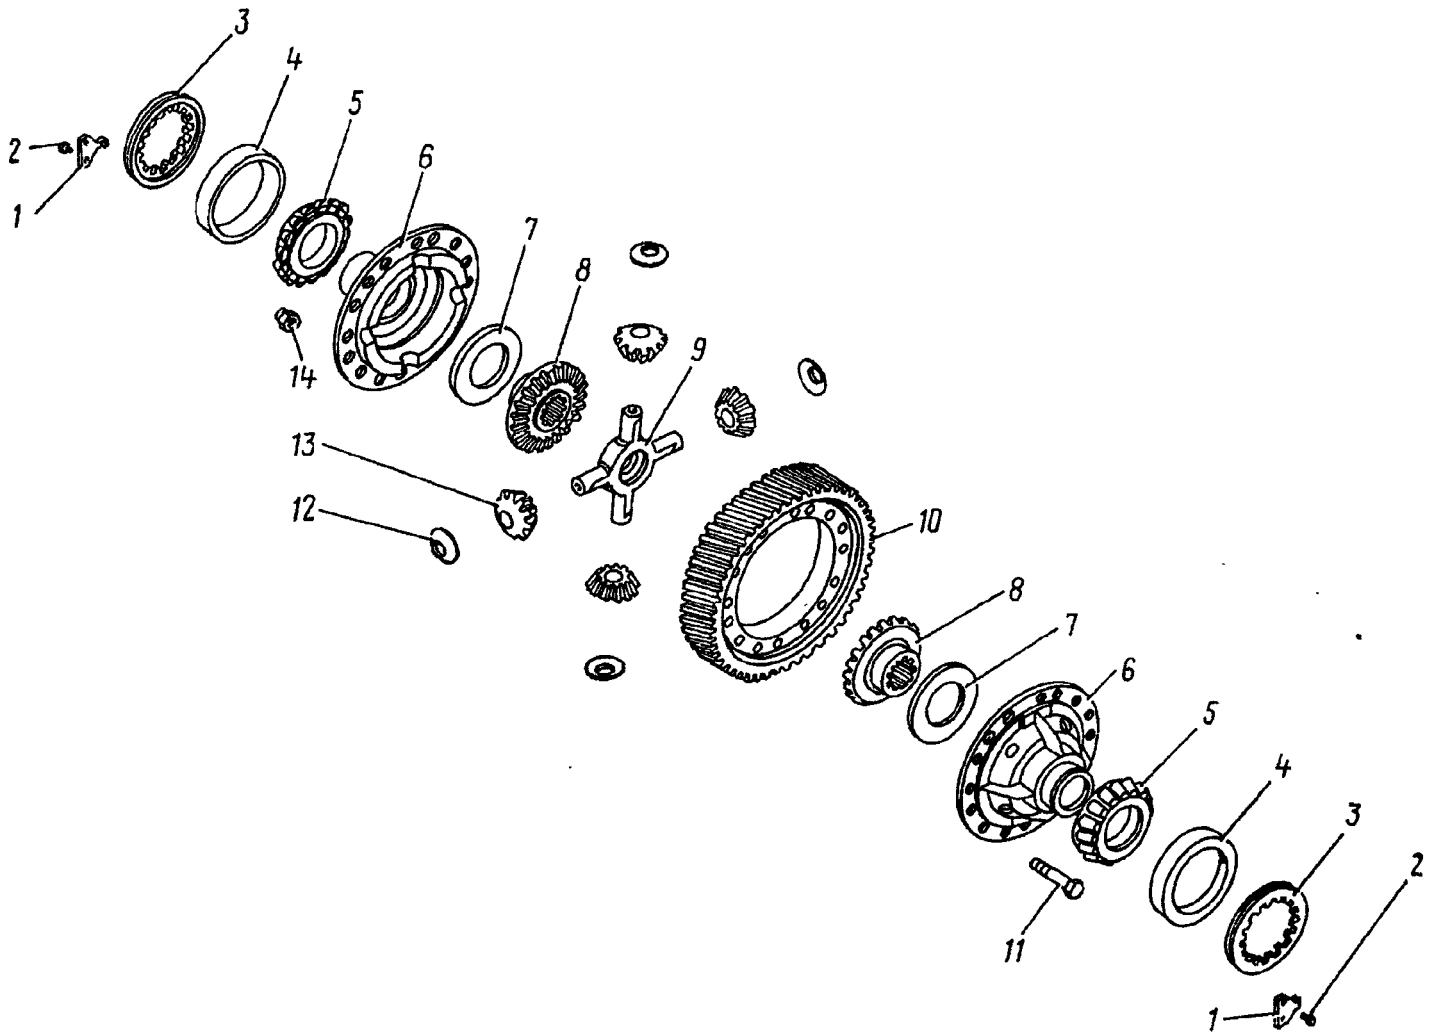
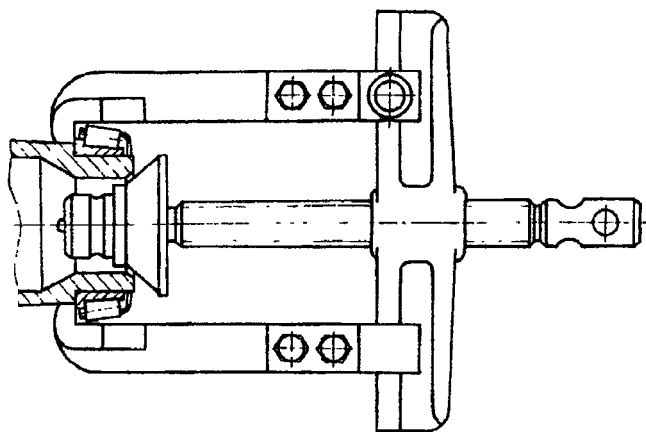

Рис. 204. Дифференциал:
Рис. 208. Снятие подшипников чашек дифференциала съемником
30. Выверните болты 2 (рис. 204) крепления стопоров гаек 3 подшипников, снимите стопоры 1	Ключ 13 мм
51. Спрессуйте съемником (рис. 208) с чашек 6 (см. рис. 204) дифференциала внутренние кольца 5 подшипников	Съемник